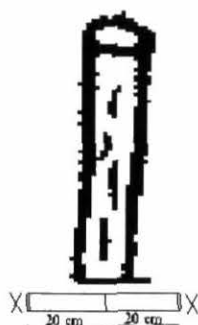

Figura 10. Cálculo cajuela de siembra
1. Tome el palo de hoyado y ubíquelo contra la estaca (pegado a esta en la parte baja), de tal forma que la estaca sea el punto intermedio del palo. (Véase figura 10)
2. Marque los puntos donde terminan los extremos del palo de hoyado. (Véase figura 10)